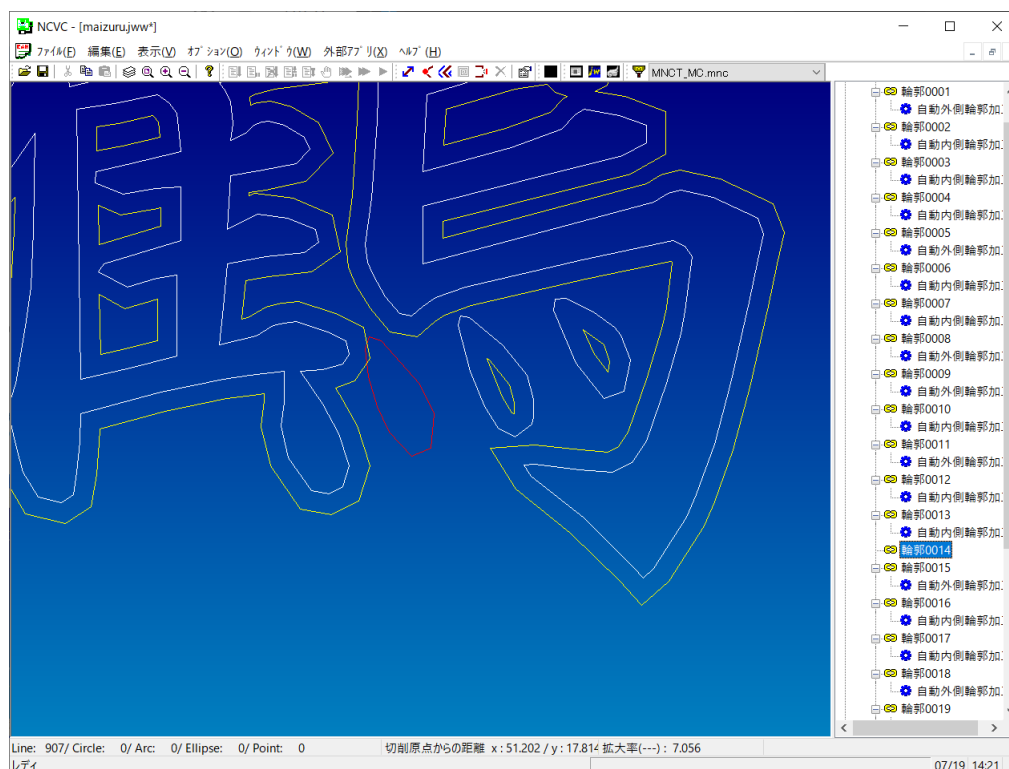

図 3.2 自動で生成された輪郭オブジェクトを削除
2) **TAB**キーを押すと右側のツリーにフォーカスが移動します。図形が選択されていると、その図形集合が反転表示されますので、下矢印キーを押し、輪郭集合が選択された状態で**DEL**キーを押してください。図 3.2 のように輪郭オブジェクトが削除されました。